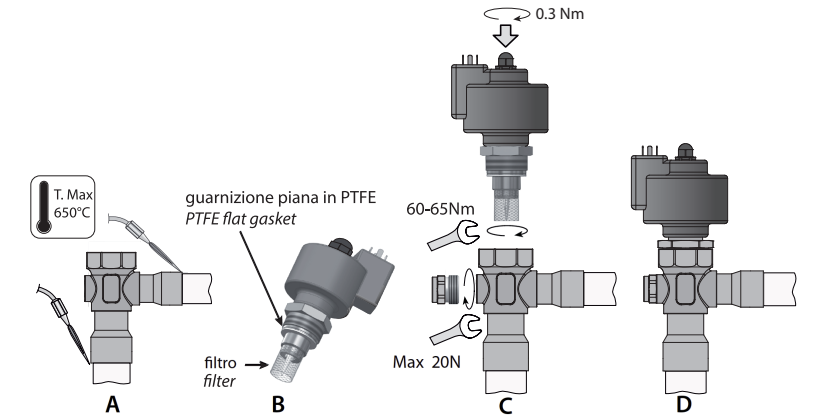

Fig. 2
Le valvole E³V-S devono essere saldate al circuito mediante brasatura dei raccordi in rame ai tubi di uscita condensatore (IN) e di ingresso evaporatore (OUT). Seguire la successione indicata in Fig. 2 procedendo in questo modo:
- Procedere alla saldatura orientando la fiamma verso l'estremità dei raccordi come da Fig. 2-A (per una migliore brasatura senza alterare la tenuta della zona di saldatura tra corpo e raccordi utilizzare lega con temperatura di fusione inferiore a 650 °C o con tenore di argento superiore del 25 %).
- Verificare che la guarnizione piana in PTFE sia presente e posizionata in sede (Fig. 2-B).
- Verificare che il filtro in rete metallica sia inserito sulla boccola di ottone (Fig.2-B). In caso contrario, posizionarlo come in figura e portarlo in battuta.
Avvitare nel corpo valvola la cartuccia in acciaio sull'apposito alloggiamento filettato con una chiave a forchetta da 32. Serrare la cartuccia sul corpo valvola con una coppia di serraggio suggerita di 60-65 Nm (Fig. 2-C).
The E³V-S valves must be joined to the circuit by braze welding the copper fittings to the condenser outlet (IN) and evaporator inlet (OUT) pipes. Proceed as indicated in Fig. 2:
- Weld by aiming the flame at the ends of the fittings as shown in Fig. 2-A (for better braze welding without affecting the seal of the welded area between the body and the fittings, use alloys with a fusion temperature less than 650 °C or with a silver content above 25%);
- Make sure that the PTFE flat gasket is present in its seat (Fig. 2-B).
- Make sure that the metal mesh filter is inserted on the brass bushing (Fig.2-B). Otherwise, position it as shown in the figure and make sure it's properly in place.
Tighten the steel cartridge in its threaded socket on the valve body using a 32 mm spanner. Tighten the cartridge on the valve body to a recommended tightening torque of 60-65 Nm (Fig. 2-C). For faster valve assembly, do not remove the motor from the cartridge.
7. When the valve has cooled down, tighten the flow sight glass to the special threaded socket in the valve body (in line with the cross fitting) using a 17 mm Allen key, making sure the O-ring is fitted (OR - 114 –inside diameter 11.1 mm – thickness 1.78 mm – material: Neoprene) to ensure hermetic tightness. Tighten the sight glass to the end of the thread (Fig. 2 C), with maximum 20 Nm torque. **Warning!** To ensure better tightness of the assembly, use the Neoprene O-ring (other materials may affect the correct operation of the assembly) lubricated with a thin layer of compatible oil.